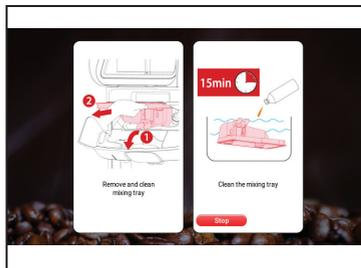

Fig.6
5. L-iskrin se juri **NADDAF IL-KAXXA TAT-TKESSIH AGHFAS ENTER BIEX TIKKONFERMA**, aghfas **ENTER** biex tikkonferma u kompli. L-iskrin se juri: **NEĦHI U NADDAF IT-TREJ TAT-TAHLIT**(Ara Fig.6). Segwi l-istruzzjonijiet fuq l-iskrin għat-tindif tat-trej.